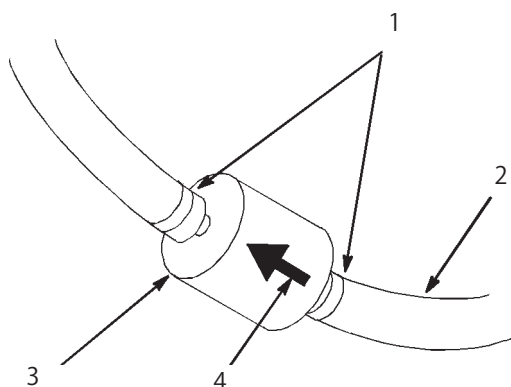

図45
5. 古いフィルタのクランプ (図45) をゆるめて脇に寄せる。